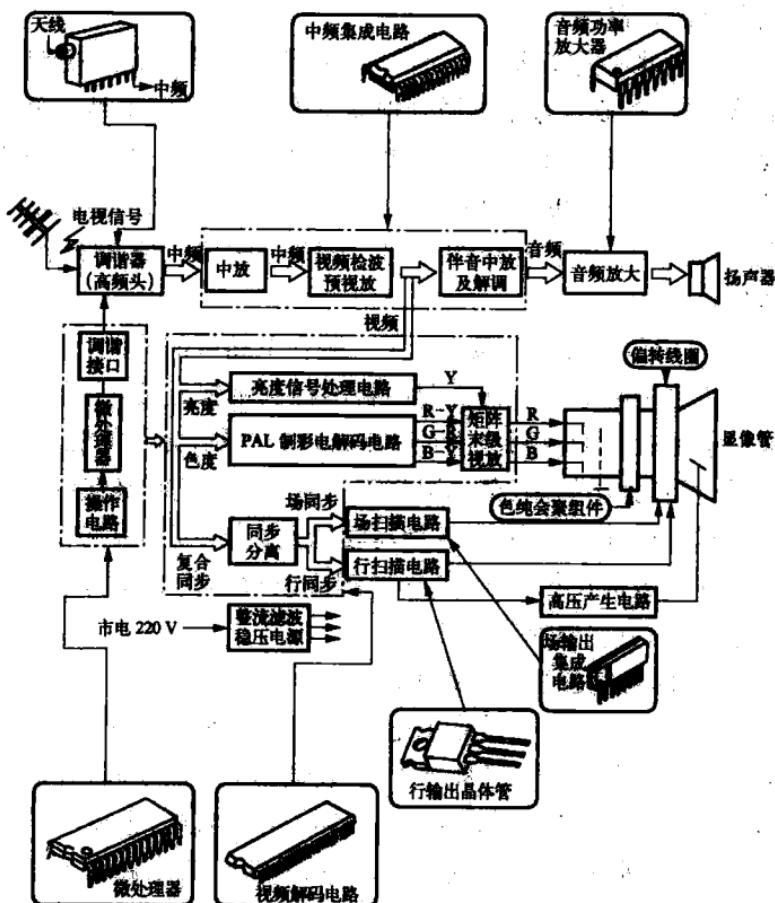

图 1-3 彩色电视机电路框图
图 1-3 是一台普通彩色电视机的电路框图。从图可见，它主要是由调谐器（高频头）、中频通道（视频检波、伴音解调）、音频电路、视频信号处理电路（亮度电路、色度解码电路）、行/场偏转电路、行输出变压器、系统控制电路和开关电源等部分组成的。这些电路按照它们的功能大致可分为公共通道、解码器电路和成像系统三大部分。公共通道的作用是把由天线接收来的高频彩色电视信号变成视频的彩色全电视信号和伴音的音频信号，实际上这部分就是黑白电视机的信号系统；解码器是彩色电视机特有的电路，它是与彩色电视制
① 亮度通道与色度通道。从图 1-3 可见,彩色电视中频